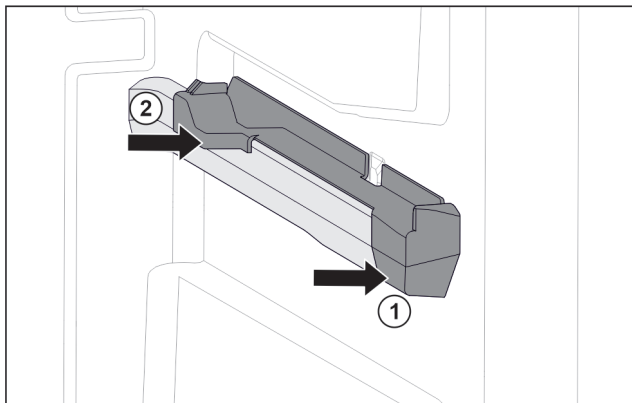

Fig. 102 Natični dio na desnom žlijebu spremnika
- ▶ Postavite natični dio sprijeda na žlijeb spremnika. Fig. 102 (1)
- ▶ Pritisnite natični dio straga. Fig. 102 (2)